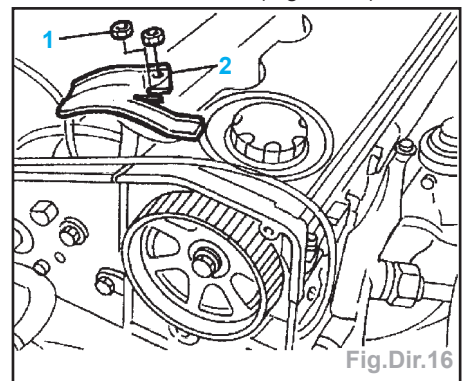

Fig.Dir.16
- Déposer la tôle (2) d'ancrage des tuyaux de direction assistée (Fig.Dir.16).